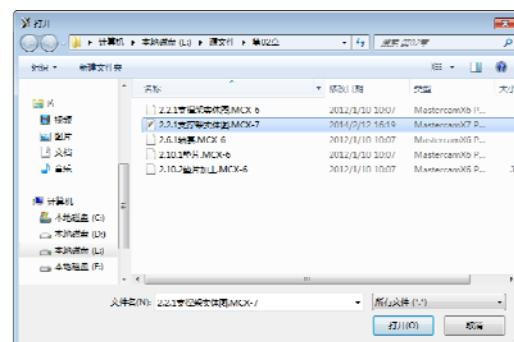

图 2-8 “打开”对话框
- ② 在主菜单栏中选择“文件”|“合并文件”命令，系统弹出“打开”对话框，选择一个圆柱体图形文件，如图 2-8 所示，再单击对话框中的“打开”按钮。